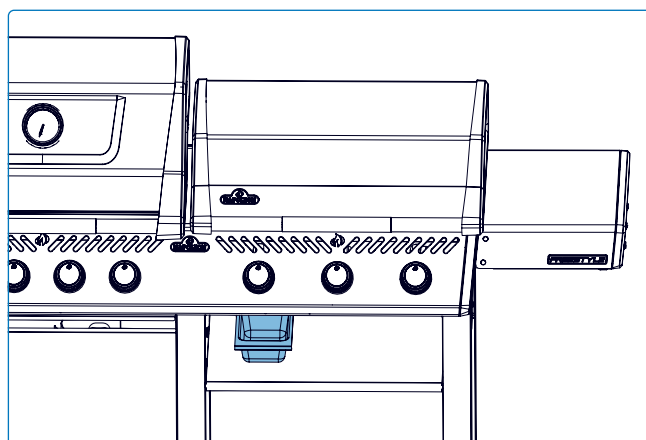

Fig. 26
1. Une fois que l'appareil a complètement refroidi, retirez soigneusement le plateau à graisse en le faisant glisser tout droit hors du chariot de l'appareil. Ne penchez pas le plateau lors du retrait (**fig. 26**).